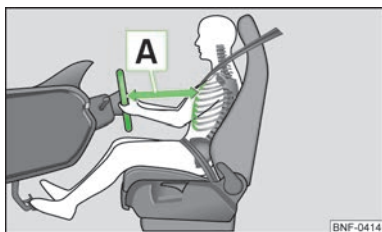

Fig. 78
- ▶ Reglați volanul în așa fel, încât distanța dintre volan și torace să fie de cel puțin 25 cm  » fig. 78.